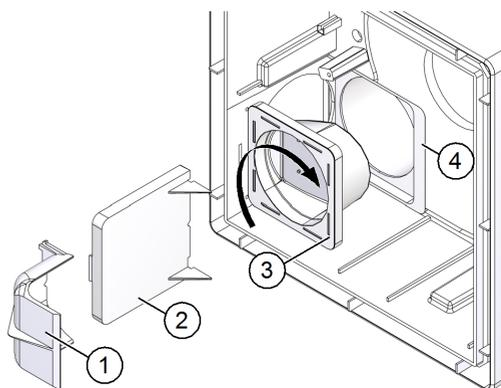

Рис. 19: отрегулировать положение обратного клапана в зависимости от монтажного положения
- ▶ Снимите дефлектор (поз. 1 на рис. 19).
- ▶ Снимите затворную пластину (поз. 2 на рис. 19).
- ▶ Выньте держатель клапана (поз. 3 на рис. 19) с обратным клапаном и уплотнителем из вытяжного патрубка (поз. 4 на рис. 19).